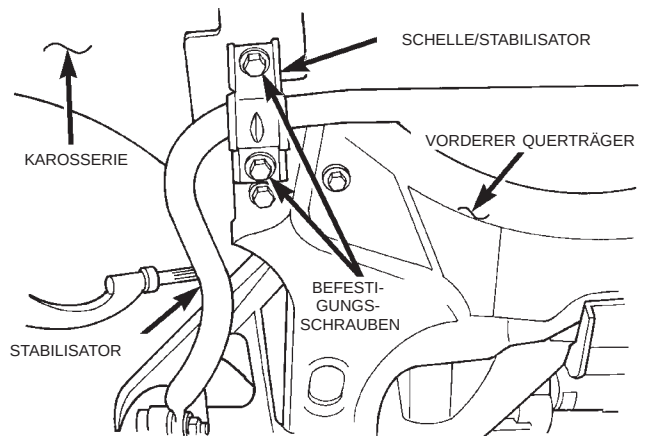

Abb. 34 Schelle des Stabilisators am Querträger
(9) Die Schrauben (Abb. 34) an der Schelle lösen, mit der der Stabilisator am vorderen Querträger und der Karosserie befestigt ist.
(Abb. 34) und mit einem Anzugsmoment von 61 N·m (45 ft. lbs.) festziehen.